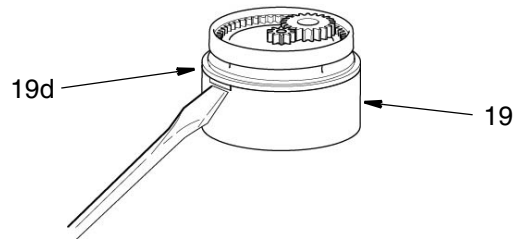

FIG. 13
6. Introduire un tournevis dans l'encoche de l'ensemble (19) du piston et enlever le couvercle (19d) du piston en faisant levier. Voir FIG. 13. Déposer toutes les pièces.